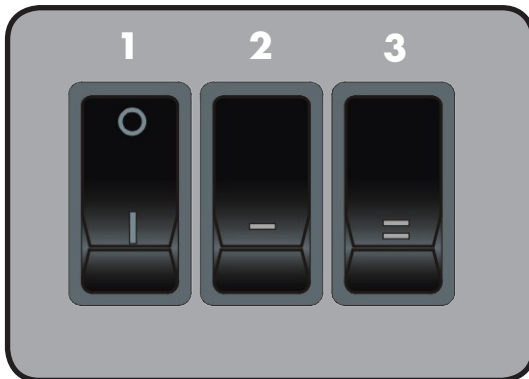

Abb. 2: Bedienfeld am Gerät
2. Schalten Sie nun das Gerät ein, indem Sie den Hauptschalter (siehe Abb.2, Nr. 1) betätigen und auf die Pos. I schalten. Der Flammeneffekt startet anschliessend.
3. Betätigen Sie zum Einschalten der Heizfunktion den Kippschalter mit der Nummer I (siehe Abb. 2, Nr. 2) nach unten, um auf die erste Heizstufe zu schalten (ca. 900 W). Um die volle Leistung zu erreichen (ca. 1800 W), betätigen Sie zusätzlich noch den Kippschalter mit der Nummer II (siehe Abb. 2, Nr. 3).
Zum Abschalten des Gerätes den Hauptschalter (siehe Abb. 2, Nr. 1) auf die Position O stellen.